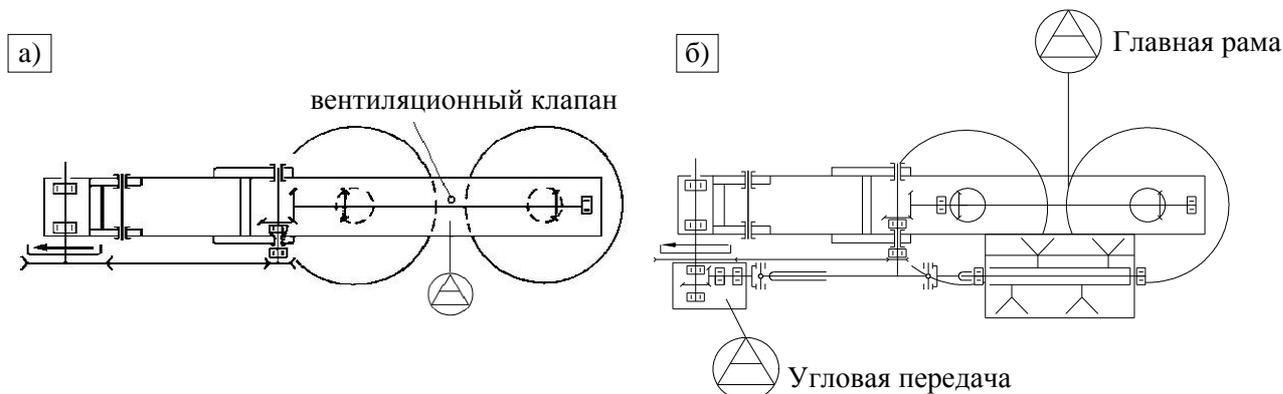

Рис. 31. Точки смазывания а) косилки
- проверить состояние смазки в коробке передач (главная рама) и передачах – **Рис. 31**,